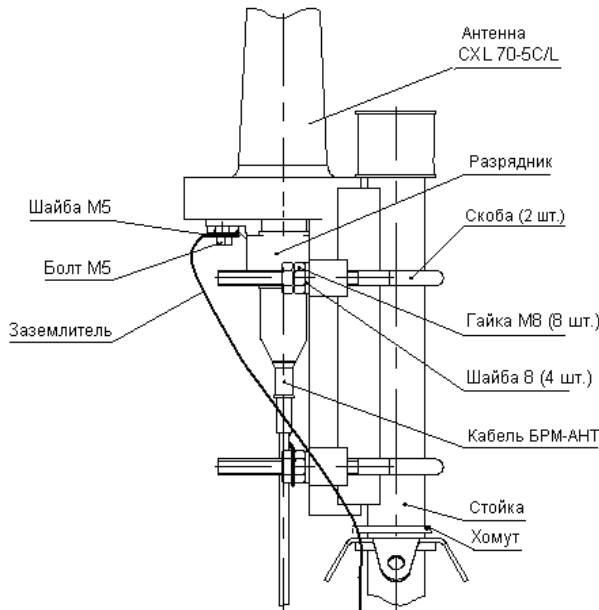

Рисунок 3.3 – Крепление антенны CXL70-5C/L на стойке
- стыковать и закрепить разрядник на разъеме антенны, и подключить к разряднику заземлитель (рисунок 3.3);